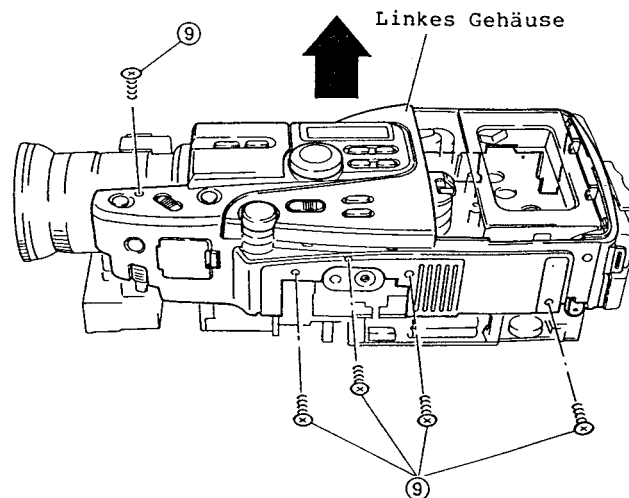

Abb. 2-12
9. Fünf (5) Befestigungsschrauben des linken Gehäuses entfernen (siehe Abb. 2-12).
11. Den Stecker CN005 von der Haupt-Leiterplatte abziehen und das linke Gehäuse in Pfeilrichtung entfernen (siehe Abb. 2-12, 2-13).